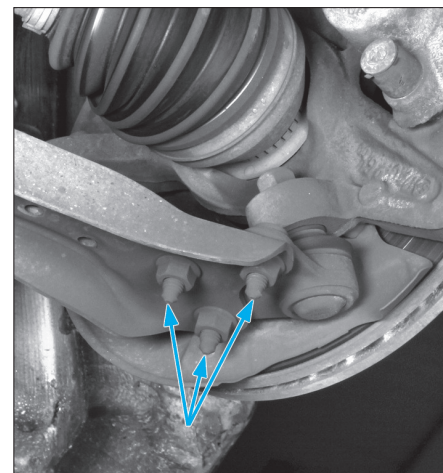

FIG. 6
- Visser la rotule d'essieu avec le bras de suspension avec des écrous neufs (Fig.6).